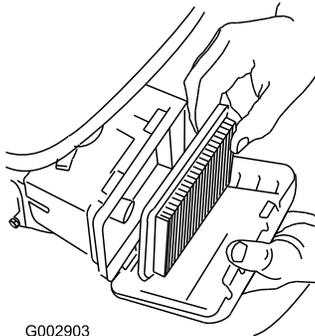

Figura 25
3. Retire el filtro de aire (Figura 25).